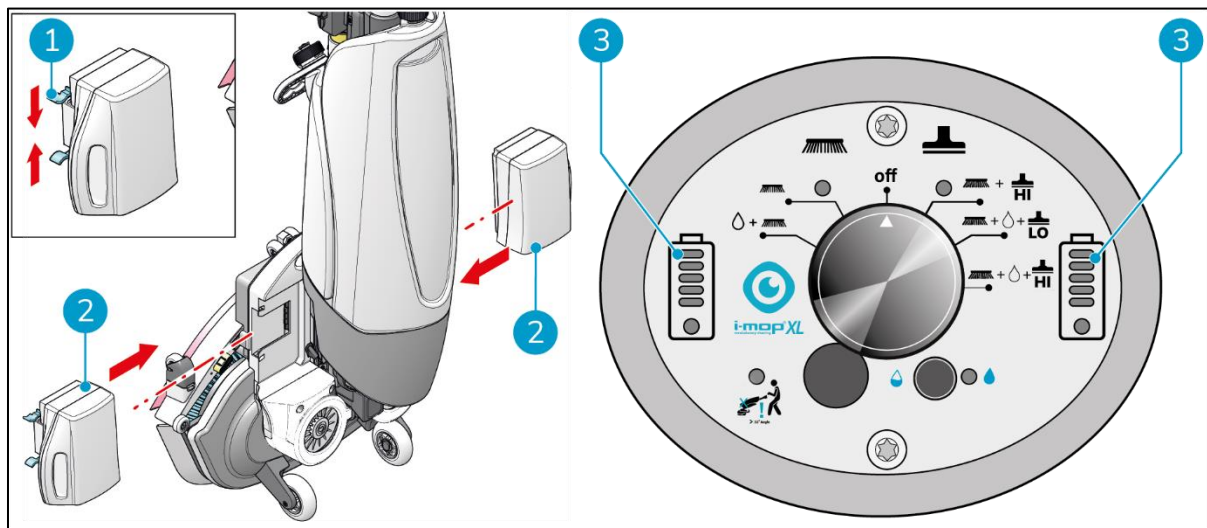

Figura 17
1. Empurre a pilha com código azul (Figura 17, pos. 2) na ranhura da bateria azul. Um clique indica que a bateria está bloqueada no sítio (Figura 17, pos. 1).
3. Durante o funcionamento, os indicadores de bateria (Figura 17, pos. 3) no painel de controlo indicam a quantidade de energia restante.